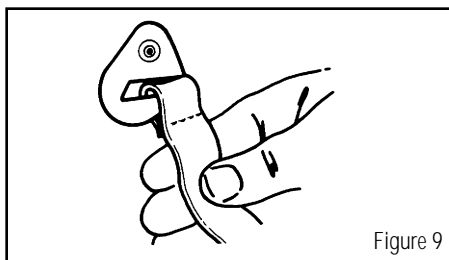

Figure 9
1. Fixez la jugulaire à la coque intérieure en faisant glisser la boucle de la jugulaire par-dessus le crochet (figure 9).